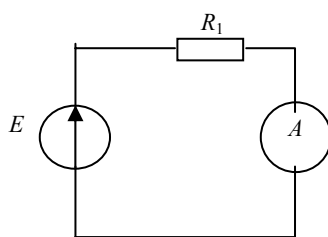

Рис. 6.3
- в) собрать схему, показанную на рис. 6.3, и определить ток короткого замыкания I_K ;
- 8 Будет ли оказывать влияние величина внутреннего сопротивления источника E (рис. 6.3) на положение рабочей точки нелинейного элемента?